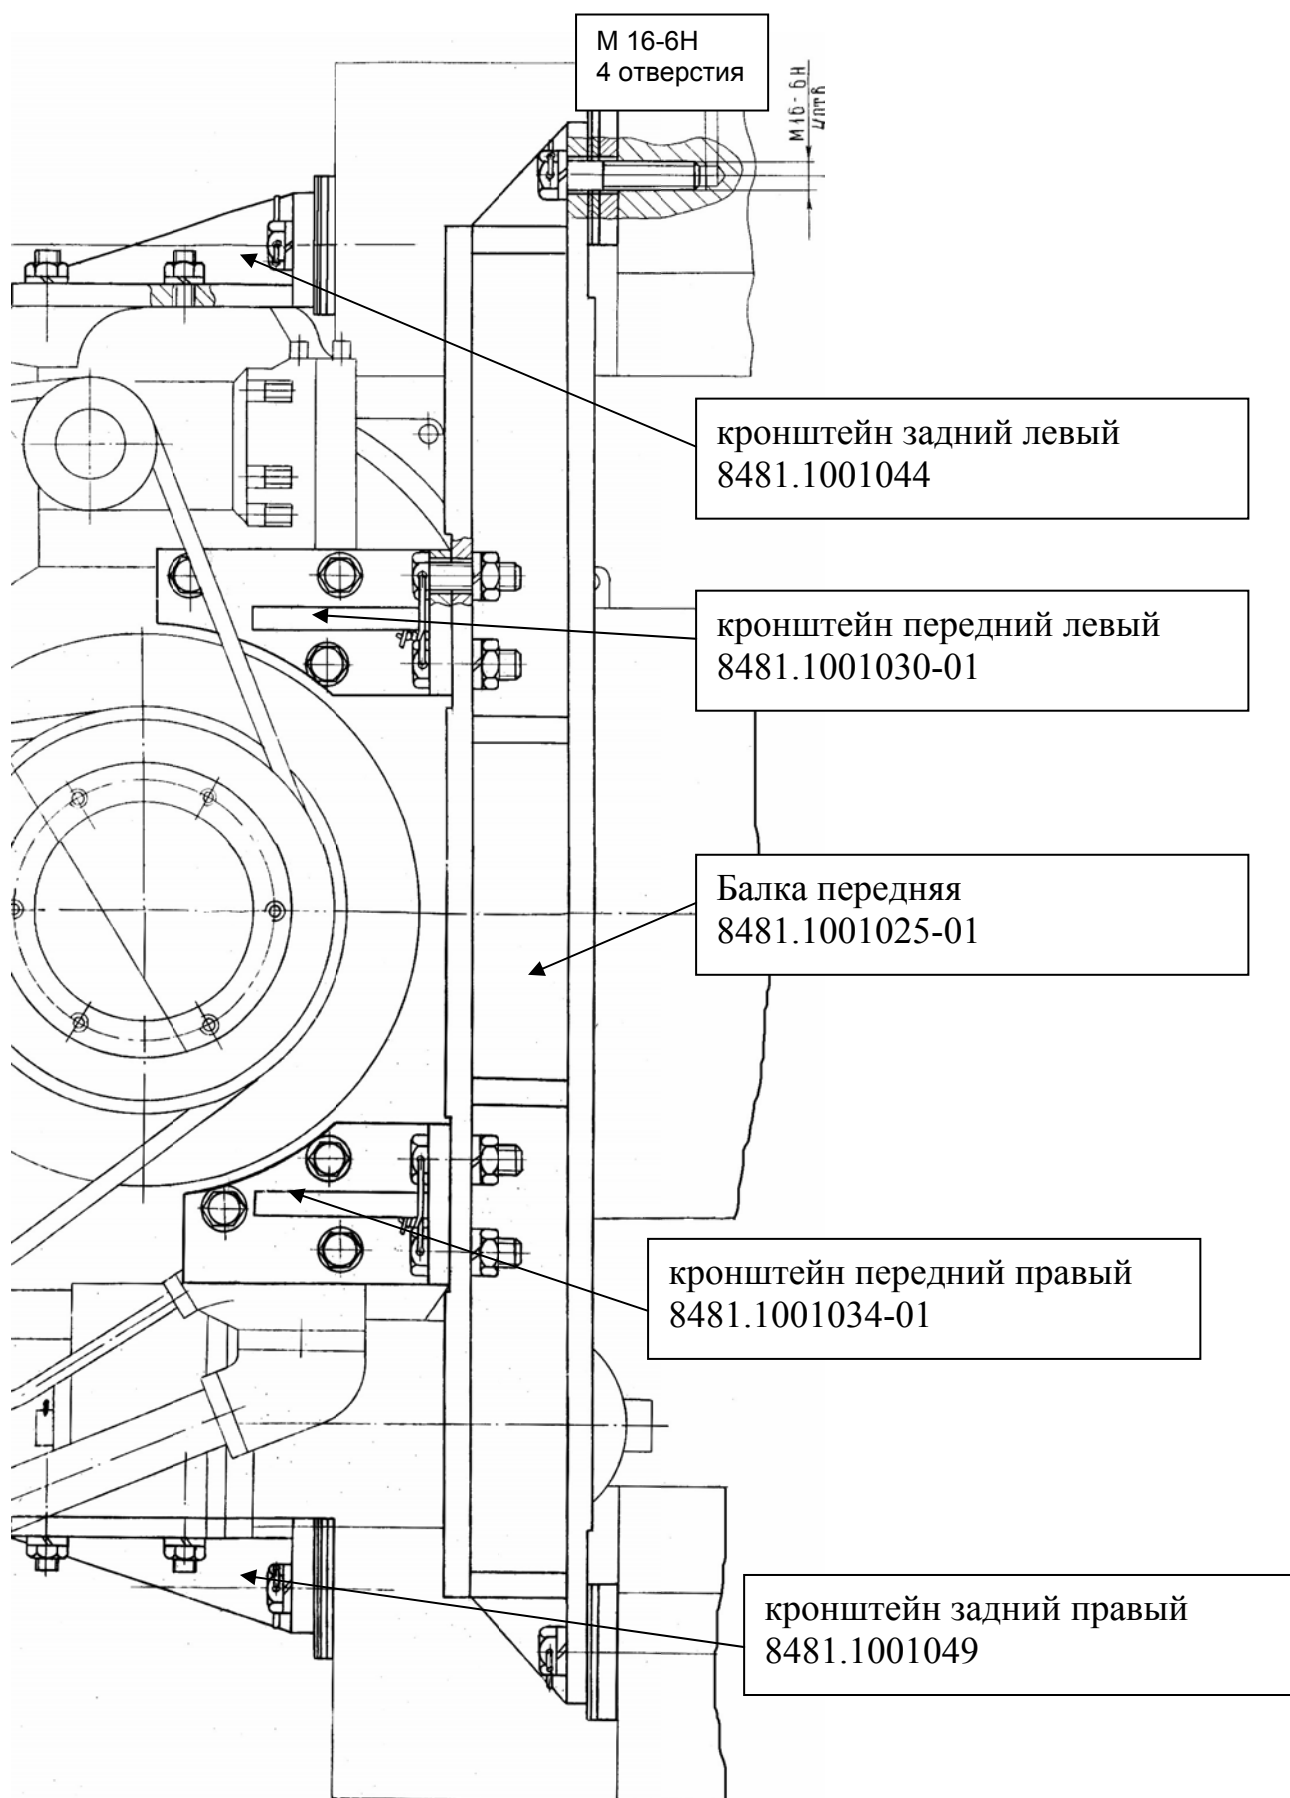

Рисунок 1 – Схема установки передней балки
- 6) На двигатель ТМЗ установить переднюю балку (см. Рисунок 1)